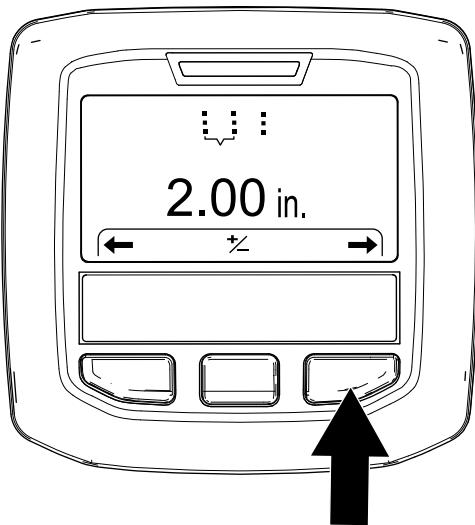

图 48
4. 按右侧 InfoCenter 信息中心按钮可显示“设置打孔间距”屏幕 图 48。
5. 按右侧 InfoCenter 信息中心按钮可显示“设置打孔针直径”屏幕 图 48。